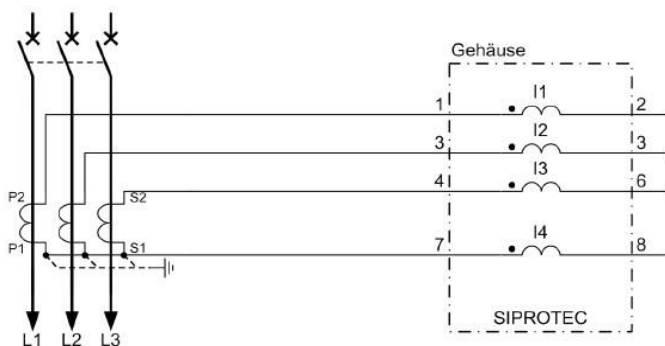

Abbildung 6: Erdstrommessung mittels Stroms im Rückleiter (Messmethode wird auch Holmgreen Schaltung bezeichnet)
Für die einfachste Form der Erdstrommessung kann der Rückleiter  $I_N$  benutzt werden. Obige Definition führt für den vierten Stromeingang ( $I_4$ ) zum Anschluss gemäß Abbildung 6.
Der dargestellte Punkt unterstützt die Richtungsorientierung. Sollte der Punkt fehlen kann man sich auch an der Vereinbarung orientieren, dass die ungerade Klemmenbezeichnung dem Punkt entspricht. Die in Abbildung 6 dargestellten Klemmennummern beziehen sich auf den Strommessblock von SIPROTEC 5 Compact.
- *Anschluss Primärstromwandler nach Abbildung 6 (Erdstrommessung über Rückleiter)*